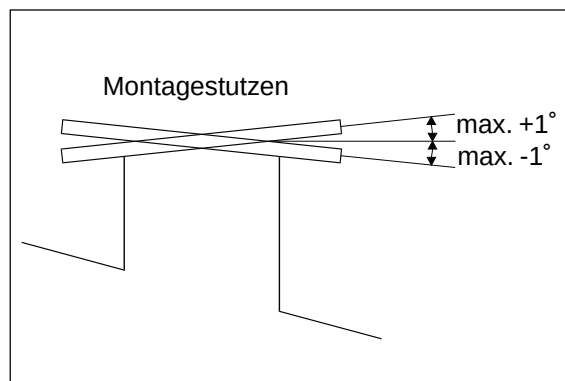

Abb. 9:
- Installieren Sie den Flansch auf der Oberseite des Tanks. Die Abweichung aus der Horizontalen sollte 1° nicht überschreiten (siehe Abb. 9).